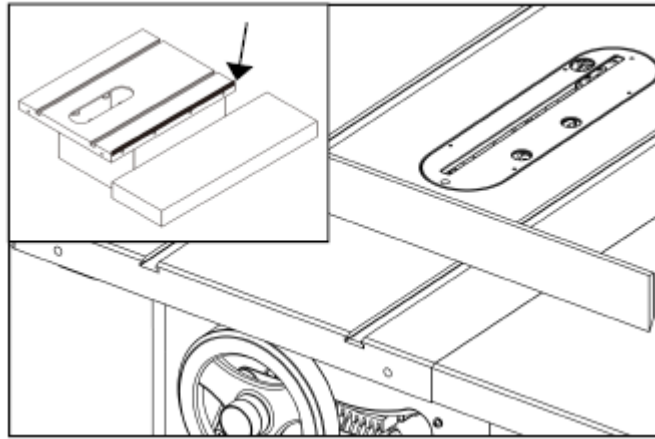

Рис. 8
### Установка левого расширителя стола (Рис. 8)
4. Используйте линейку, чтобы проверить, находится ли основной стол в одной плоскости с расширителями. Если нет, используйте полоску клейкой ленты, чтобы закрепить расширитель сверху или вниз, как указано стрелкой на Рис. 8.